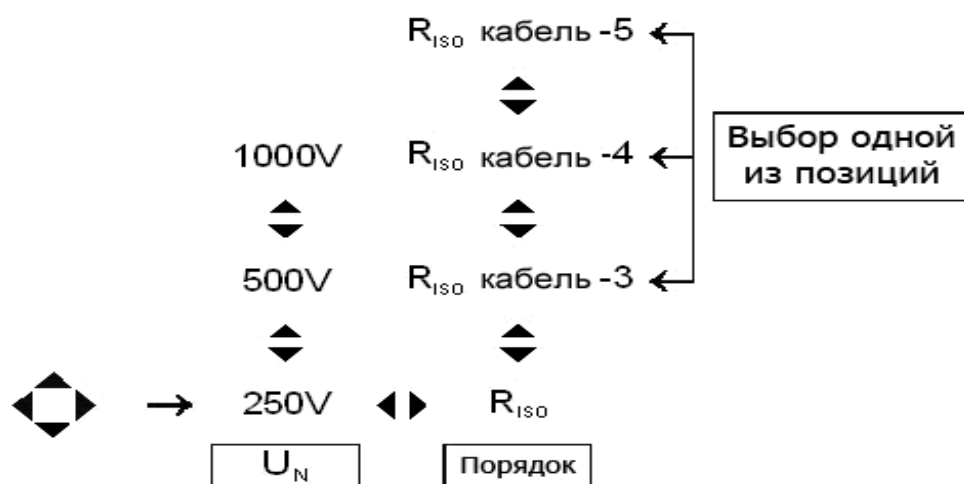

Рис.29. Установка измерительного напряжения и режима для измерения сопротивления изоляции многожильных кабелей
- установить напряжения измерения U_N и режим измерения R_{ISO} (видим на линейке функции параметров) согласно алгоритму, показанному на Рис.29, появится поле просмотра составных результата измерения (Рис.31);